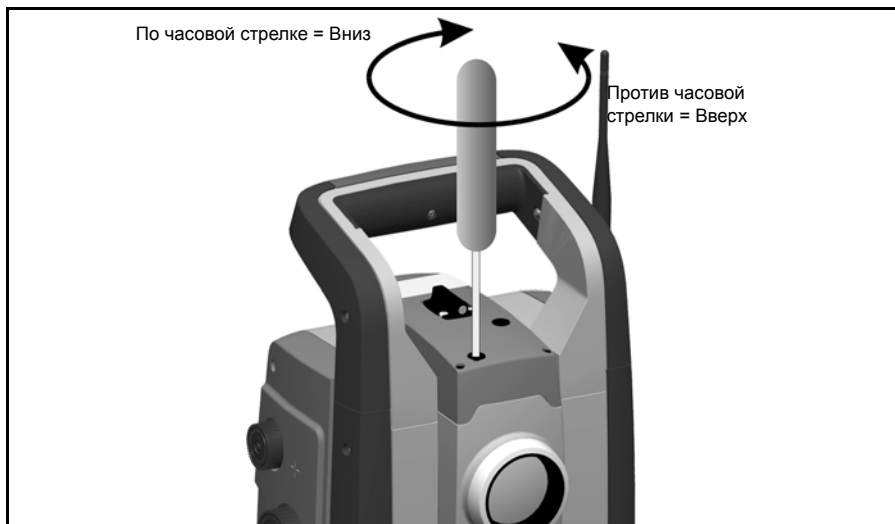

Рис. 4.30. Юстировка вертикального положения
2. Для корректировки вертикального положения лазерного пятна вставьте шестигранный ключ в юстировочный порт вертикального указателя и поверните, как показано на рис. 4.30.